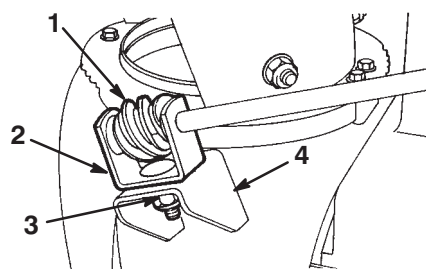

Figure 14
- Enduisez la vis sans fin de graisse multi-usages N° 2 (Fig. 14).
- Montez la vis sans fin et l'étrier sur le support prévu, de manière lâche, à l'aide d'un boulon, d'une rondelle pyramidale et d'un contre-écrou, comme illustré dans le Figure 14.
- Glissez la vis sans fin dans les dents de la couronne de l'éjecteur et serrez l'écrou (Fig. 14).